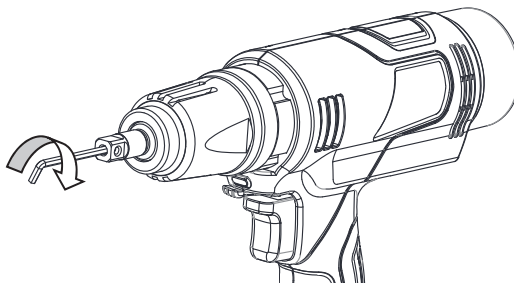

Figure. 3
1. Insérez une douille dans le carré d'entraînement. (Voir la Fig. 3)
2. Insérez une clé Allen (3mm) dans le trou pour ajuster la soupape de décharge comme indiqué dans la Fig. 3 ci-dessous pour augmenter ou diminuer la pression d'huile. Tournez dans le sens des aiguilles d'une montre sans à-coups pour augmenter le couple, dans le sens contraire des aiguilles d'une montre pour diminuer le couple.